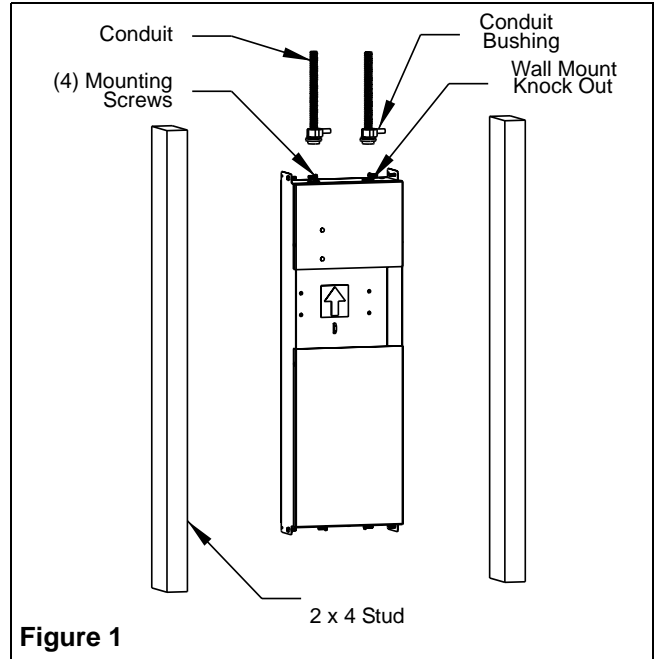

Figure 1
#### Back-Box Installation in the Wall (Figure 1)
1. Knock out the hole(s) on top of the back-box for incoming cable(s) (AC line; DC emergency line, Figure 1).
3. Use appropriate fasteners (not supplied) to mount the back-box on the stud (Figure 1).
#### Montage du boîtier encastré au mur (Figure 1)
1. Défoncez la(les) débouchure(s) sur le dessus du boîtier encastré pour permettre l'installation du (des) câble(s) entrant(s) (ligne c.a.; ligne de secours c.c., Figure 1).
3. Utilisez des fixations appropriées (non fournies) pour monter le boîtier encastré sur le colombage (Figure 1).